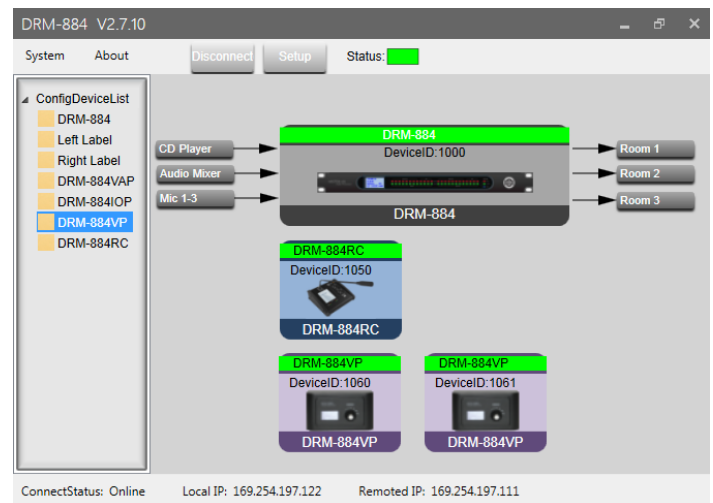

Abb. 14 System Configuration (Daisy Chain Network Mode)
Im „Daisy Chain Network Mode“ kann die Konstellation der verwendeten Geräte abgebildet werden. Dazu die Namen der verwendeten Geräte aus der Liste „Config Device List“ nach rechts auf die Fläche ziehen (Abb. 14). Das Gerät wird nun durch einen Block repräsentiert, der mit der Maus frei platziert werden kann. Der Block enthält den Gerätenamen, die Device-ID, die Bezeichnung des Gerätetyps und eine Abbildung. Der Gerätename ist zunächst identisch mit dem Gerätetyp, kann aber individuell geändert werden.
Zum Verbinden des Programms mit den Geräten auf die Schaltfläche „Connect“ klicken. (In Abbildung 14 ist die Verbindung bereits hergestellt, sodass hier „Disconnect“ anstelle von „Connect“ zu sehen ist.) Wenn daraufhin die Meldung „Remote device ip is empty or invalid“ erscheint, muss die Verbindung zunächst gesucht werden. Dazu auf „Setup“ klicken. Es erscheint folgendes Fenster.
- 4) Im Fenster mit der abgebildeten Gerätekonstellation (Abb. 14) auf „Connect“ klicken.
Nach dem Starten des Programms im „Star Network Mode“ oder nach einem Doppelklick auf den Block des DRM-884 in der Abbildung der Gerätekonstellation im „Daisy Chain Mode“ (Abb. 14) werden die Einstellungen eines verbundenen DRM-884 in den Computer geladen und die Ansicht „Input DSP Channel“ angezeigt. Zum Wechsel der Ansicht auf die Schaltflächen oben klicken. Eine Änderung der Einstellungen am Bildschirm wirkt sich direkt auf die Signalverarbeitung des DRM-884 aus.